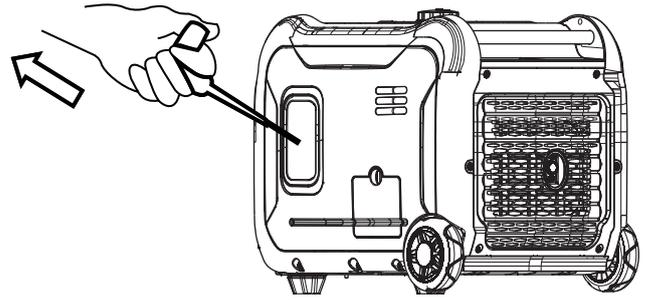

Figura 6
4. Luego tire rápidamente el mango de arranque (vea la Figura 6), para operación normal del generador.